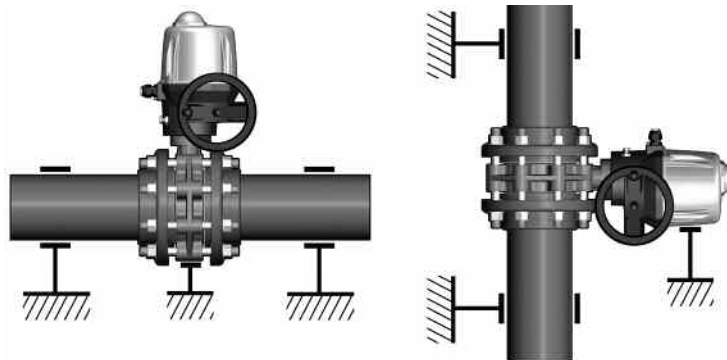

Fig. 1
- Le valvole motorizzate, devono essere adeguatamente supportate (vedi Fig. 1).
- Pour les vannes avec actionneurs en grands diamètres prévoir un supporte adéquat (voir fig. 1).
- Angetriebene Klappen sollten, richtig eingebaut werden (fig. 1).